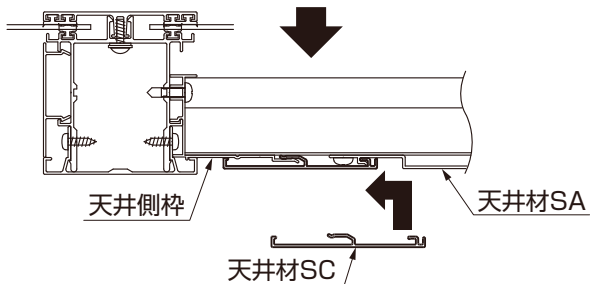

図5-11 天井材SCの取付け
- ③天井材SCを天井側枠にスライドさせて取付けてください。(図5-11参照)